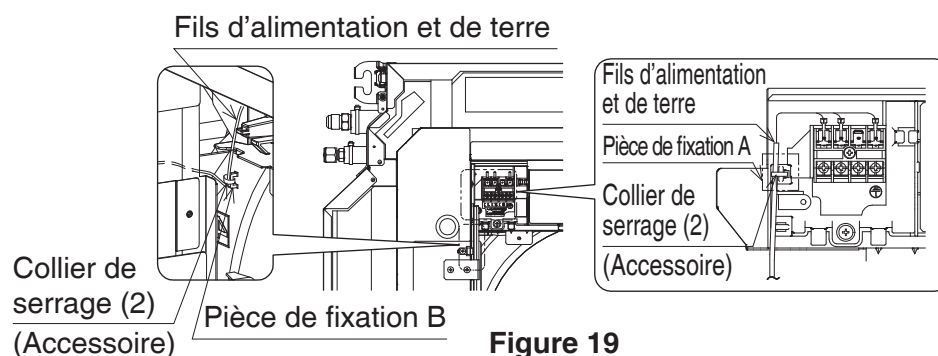

Figure 19
4. Regroupez les fils d'alimentation (noir et blanc) et le fil de terre (vert ou jaune) et fixez-les à la pièce de fixation A à l'intérieur du contrôleur de l'unité intérieure et à la pièce de fixation B sur l'embouchure à l'aide de pinces (2). (Reportez-vous à la **Figure 19**.) Toutefois, si vous utilisez un faisceau vendu séparément, fixez-les ensemble à la pièce de fixation B.